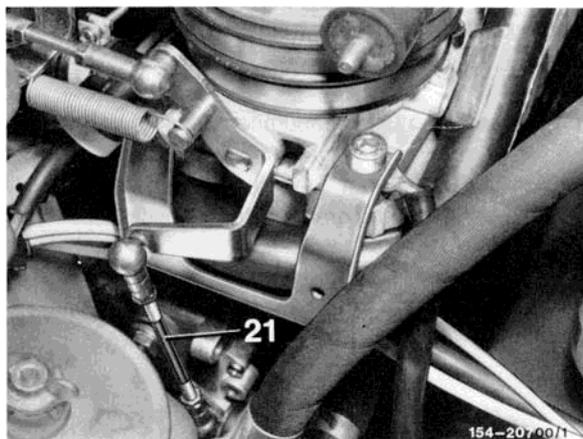

Bild 6
17 Regulierstange (21) einhängen und Kugelkopf kornern (Bild 6).